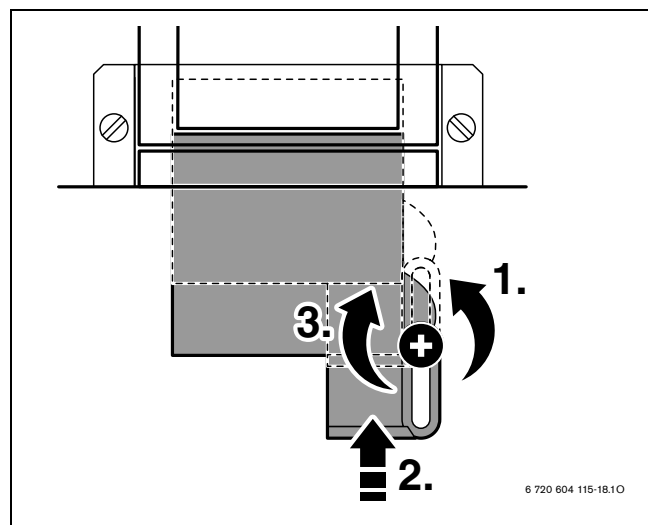

Fig. 13
- ▶ All'interno della camera di combustione dell'apparecchio, spingere verso l'alto e collegare, il cannotto di collegamento all'accessorio di aspirazione/scarico (fig. 13). Stringere la vite del cannotto.